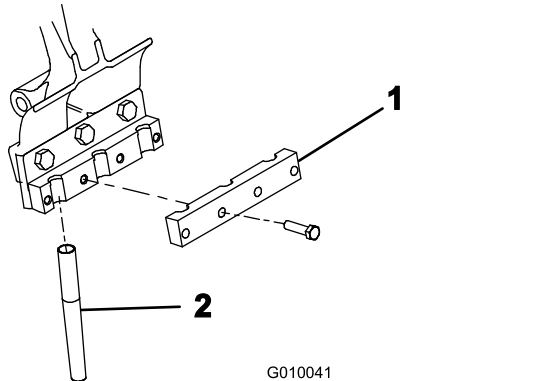

図 26
5. 各タインホルダーにタインクランプを仮止めする 図 26 $\frac{3}{8}$ x 1 $\frac{1}{2}$ in ボルト 4 本を使用する。この時点ではまた本締めしないこと。